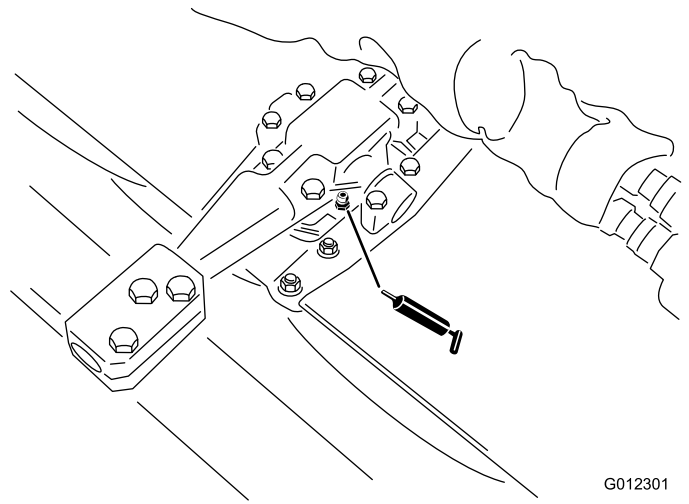

Figura 27
- Cardini dei kit testa oscillante o fissa (Figura 27)